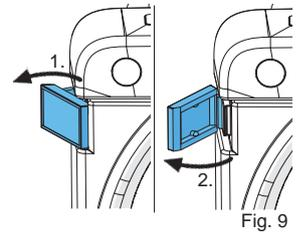

Fig. 9
- Abrir os fechos da porta (fig. 9).
- Retirar a chave Allen (22) de seu suporte.
- Remover a tampa protetora (15).
- Desapertar o parafuso fixador (16) e remover o disco de corte.
- Encaixar um novo disco de corte nos pinos de travamento (17).
- Abrir os fechos (fig. 9) e retirar a porta do recortador.
- Enroscar a ferramenta de desmontagem (11) no flange de suporte (23) até que este se solte do eixo.